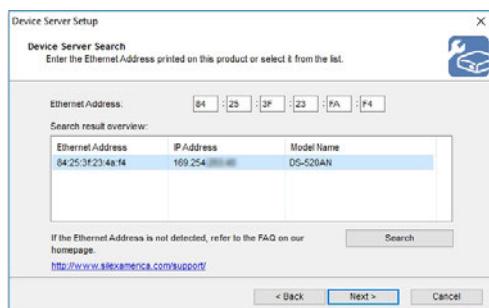

FIG. 20 – SELECCIONAR EL DISPOSITIVO EN LA LISTA
- ! Incluso si solo se muestra 1 dispositivo en la lista, seleccione dicho dispositivo en la lista para marcarlo correctamente (↗ Fig. 20 – arriba). De lo contrario podrá fallar el siguiente paso de configuración.